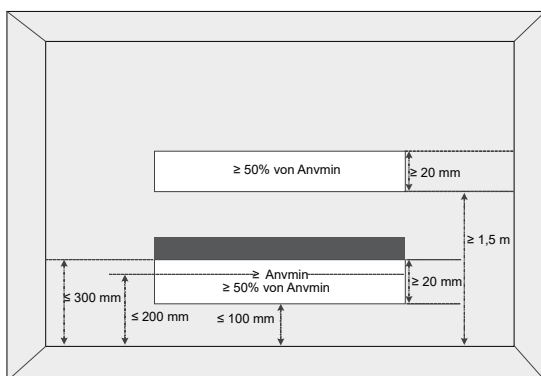

Abbildung 1-2
- Die Raumfläche (A) ist definiert als die Raumfläche, die von der Projektion auf die Basis der Wände, Trennwände und Türen des Raums, in dem das Gerät installiert ist, umschlossen wird.
- Die Fläche der benachbarten Räume auf derselben Etage, die durch dauerhafte Öffnungen in den Wänden und/oder Türen zwischen den bewohnten Räumen verbunden sind, einschließlich der Lücken zwischen Wand und Boden, kann bei der Feststellung der Einhaltung der Amin-Vorschriften als ein einziger Raum betrachtet werden, sofern alle folgenden Bedingungen erfüllt sind (siehe Abbildung 1-2).
- ① Die Öffnung darf nicht weniger als 0,0123 m² (Anvmin) betragen.
- ② Die Fläche von Öffnungen, die mehr als 300 mm vom Boden entfernt sind, wird bei der Bestimmung der Einhaltung von Anvmin nicht berücksichtigt.
- ③ Mindestens 50 % der Öffnungsfläche von Anvmin muss sich unterhalb von 200 mm über dem Boden befinden.
- ④ Der Boden der Öffnung ist nicht mehr als 100 mm vom Boden entfernt.
- ⑤ Die Öffnung ist eine permanente Öffnung, die nicht geschlossen werden kann.
- ⑥ Die Höhe der Öffnung beträgt nicht weniger als 20 mm.
- ① Die Öffnung darf nicht weniger als 0,0062 m² (50% von Anvmin) betragen.
- ② Die Öffnung ist eine permanente Öffnung, die nicht geschlossen werden kann.